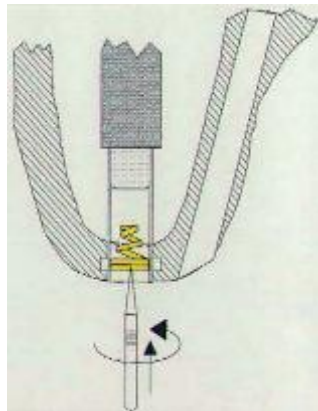

图4：塞入弹簧
6. 用镊子夹住弹簧较粗的一端, 慢慢旋转并塞入到橡胶导音管内 (见图4), 检查弹簧位置不应塞入太深或露出到橡胶导音管外或倾斜。最佳位置是与管口以下到0.5mm处 (见图5)。